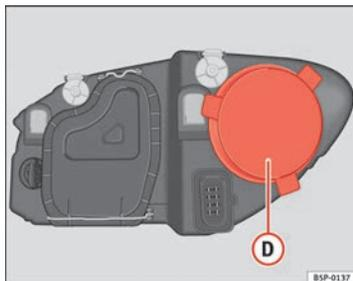

Fig. 191 Luz de población
- Retire la tapa => fig. 191 **D** tirando de la misma.